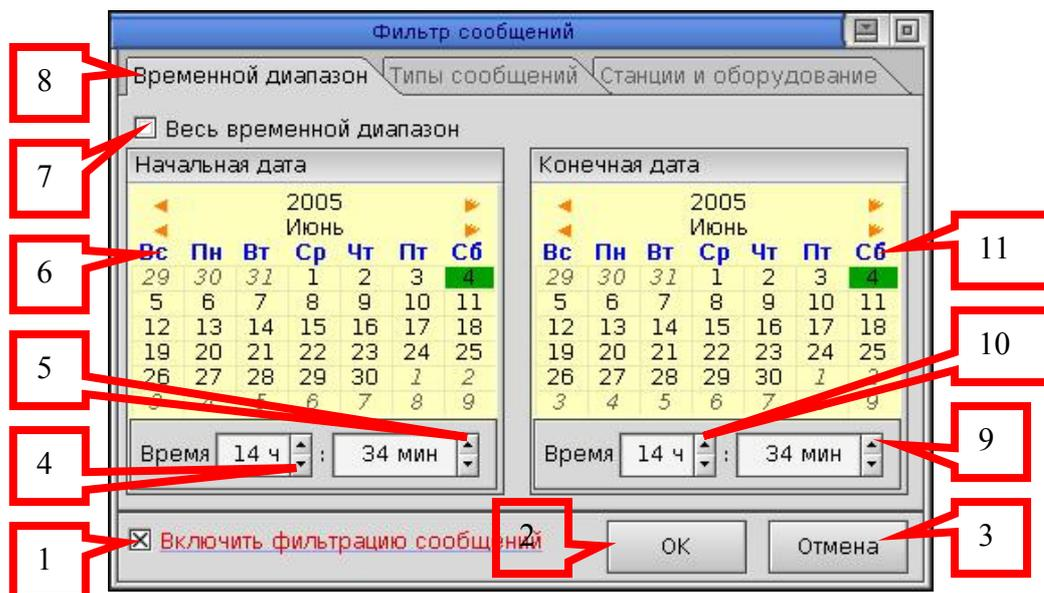

Рисунок 7 Окно фильтрации сообщений.
При нажатии на кнопку фильтра сообщений (рис 6 поз 2) появится окно фильтрации сообщений журнала (рисунок 7).
Если фильтрацию следует осуществить, нужно активировать режим «Включить фильтрацию сообщений» (рисунок 7 поз 1) в окне фильтрации сообщений журнала. После нажатия кнопки «ОК» (рисунок 7 поз 2) произойдет фильтрация сообщений журнала и индикатор кнопки фильтра сообщений в окне журнала сообщений системы (рисунок 6 поз 2) станет красного цвета с текстом «Фильтр ВКЛ».
Если фильтрацию следует прекратить, нужно деактивировать режим «Включить фильтрацию сообщений» (рисунок 7 поз 1) в окне фильтрации сообщений журнала. После нажатия кнопки «ОК» (рисунок 7 поз 2) произойдет отключение фильтрации сообщений
Для отмены изменений параметров фильтрации сообщений следует нажать кнопку «Отмена» (рисунок 7 поз 3).
Для фильтрации по временному диапазону следует выбрать вкладку «Временной диапазон» (рисунок 7 поз 8). Если нет необходимости фильтрации по данному параметру, следует активировать режим «Весь временной диапазон» (рисунок 7 поз 7). При этом остальные элементы выбора параметров фильтрации данной вкладки перестанут быть доступными для модификации, так как их значения не будут использоваться для фильтрации сообщений. И, наоборот, при необходимости изменения параметров фильтрации данной вкладки следует деактивировать режим «Весь временной диапазон», при этом станут доступны для модификации остальные элементы выбора параметров фильтрации данной вкладки. Для установки параметров начальной и конечной даты диапазона фильтрации следует установить:
- год, месяц и день начала фильтрации (рисунок 7 поз 6); час начала фильтрации (рисунок 7 поз 4); минута начала фильтрации (рисунок 7 поз 5).
- год, месяц и день окончания фильтрации (рисунок 7 поз 11); час окончания фильтрации (рисунок 7 поз 10); минута окончания фильтрации (рисунок 7 поз 9);
Внимание! Если активирован режим «Включить фильтрацию сообщений» и деактивирован режим «Весь временной диапазон», время начала фильтрации не должно быть более поздним или равным времени окончания фильтрации (рисунок 7). В противном случае будет выдано предупреждение, и фильтрация не будет произведена.